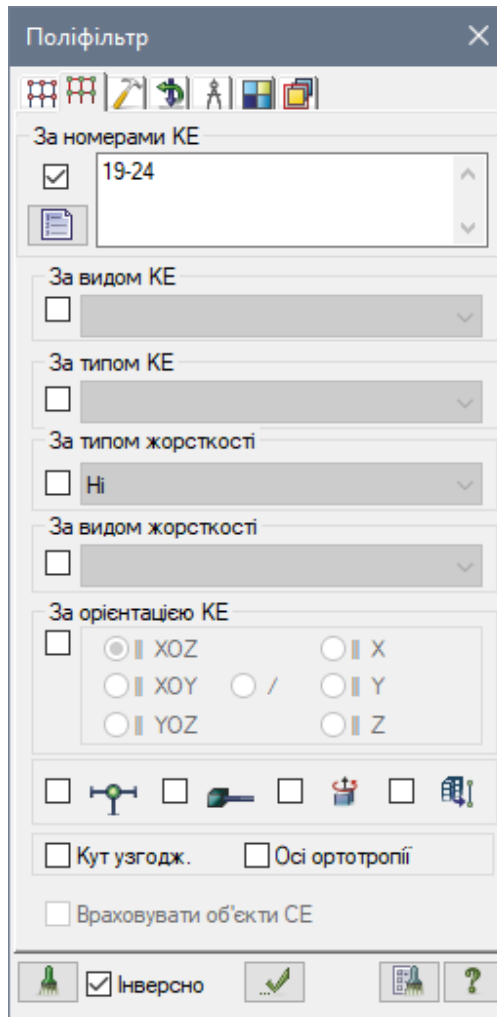

Рис. 3.18. Діалогове вікно Поліфільтр
- Натиснувши на кнопку  – **ПоліФільтр** на панелі інструментів **Панель вибору** відкрийте діалогове вікно **ПоліФільтр** (рис. 3.18), для того щоб виділити елементи верхнього поясу.